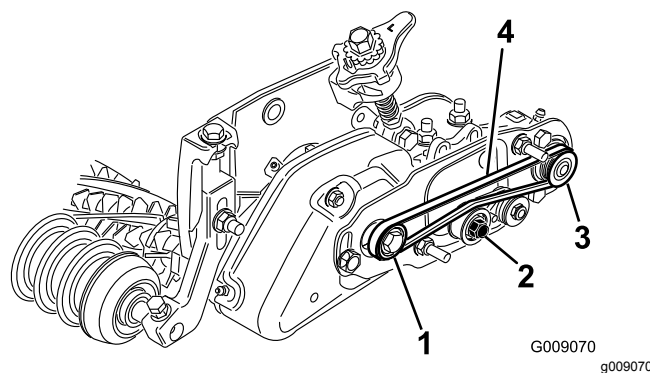

Рисунок 32
- Обведите ремень вокруг **ведомого** шкива, а затем проложите по верхней части натяжного шкива (Рисунок 32).
- Начните надевать ремень на **ведущий** шкив (Рисунок 32).